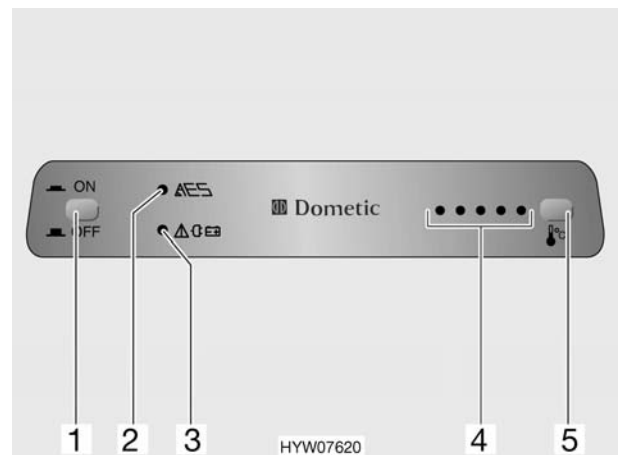

Bild 141 Bedienelemente für Kühlschrank
Ist die 230-V-Versorgung nicht angeschlossen und ist der Fahrzeugmotor ausgeschaltet, wählt das AES die Gasversorgung. Beim Anwählen des Gasbetriebs wird die Zündsicherung automatisch geöffnet, so dass Gas zum Brenner strömen kann. Gleichzeitig wird der elektronische Zünder eingeschaltet. Erlischt die Gasflamme, z. B. durch einen Luftzug, wird der Zünder sofort aktiviert und zündet das Gas wieder an. Bei Störung im Gasbetrieb blinkt die Kontroll-Leuchte (Bild 141,2) rot.
- ▷ Im Tankstellenbereich ist das Betreiben offener Flammen verboten. Falls der Aufenthalt länger als 15 Minuten dauert, muss der Kühlschrank am Druckschalter (Bild 141,1) ausgeschaltet werden.
Im elektrischen Betrieb wird die elektrische Spannung ständig vom AES überwacht. Ist sie über einen bestimmten Zeitraum zu niedrig, schaltet das AES automatisch auf Gasbetrieb um. Die Kontroll-Leuchte (Bild 141,3) leuchtet. Das AES bleibt so lange in dieser Betriebsart, bis die elektrische Spannung wieder dem Normalwert entspricht.
Nach dem Einschalten wählt der Kühlschrank automatisch die mittlere Thermostateinstellung. Diese Einstellung kann manuell mit der Taste (Bild 141,5) nachgeregelt werden. Die Leuchtdioden (Bild 141,4) zeigen die gewählte Thermostateinstellung an. Mit der Taste wird die Kühltemperatur für alle drei Energiearten eingestellt. Es dauert einige Stunden, bis der Kühlschrank die normale Betriebstemperatur erreicht hat. Beim Umschalten der Betriebsart wird die Thermostateinstellung beibehalten. Die Kühltemperatur wird unabhängig von der Energieart beibehalten.
- Druckschalter (Bild 141,1) drücken. Kontroll-Leuchte (Bild 141,2) leuchtet grün.
- Kühltemperatur mit der Taste (Bild 141,5) einstellen. Die Leuchtdioden (Bild 141,4) zeigen die gewählte Thermostateinstellung.
- Druckschalter (Bild 141,1) drücken. Kontroll-Leuchte (Bild 141,2) leuchtet nicht mehr.